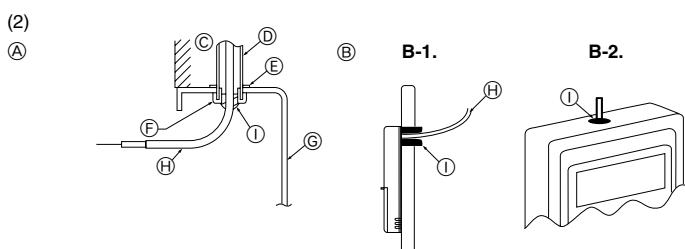

Fig. 6-3
(2) Çığ damlları, su, hamamböceği ve kurtçuk girişini önlemek için uzaktan kumandanın bakım girişini maculayın. (Fig. 6-3)
(3) Şalter kutusuna montaj için: